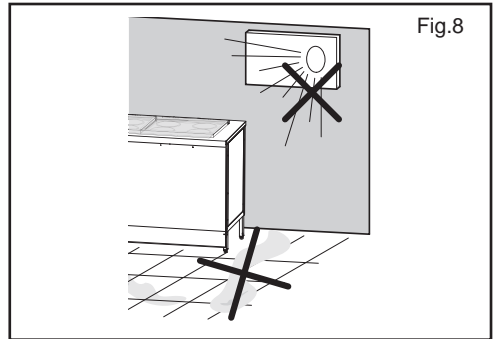

Fig.8
- il ne doit pas être exposé aux rayons du soleil (fig.8) ;